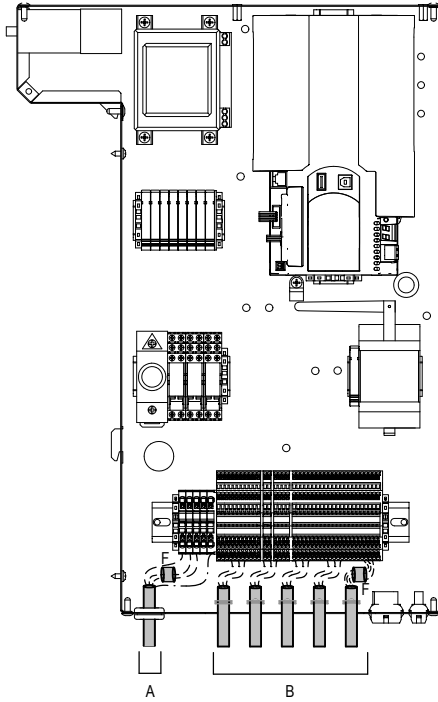

Abbildung 8.1: Schaltschrank Größen 07V, 09V, 11V und 15V
Die obigen Abbildungen (Abb. 8.1, 8.2, 8.3 und 8.4) zeigen ein Beispiel für die Installation des Ferritkerns am Stromkabel (A) und an den Fernbedienungskabeln (B).